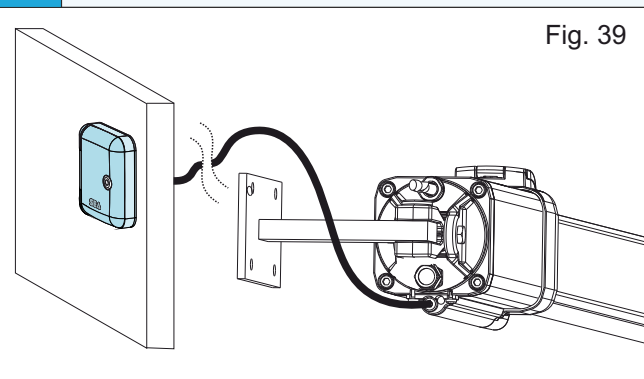
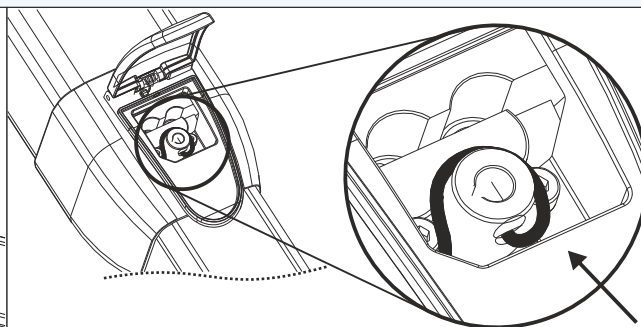

Fig. 39
Fig. 40
- Instalar el desbloqueo externo como se muestra en las imágenes arriba - Fig. 39 y Fig. 40; Para más información consultar las instrucciones de montaje del **KIT DE DESBLOQUEO EXTERNO**